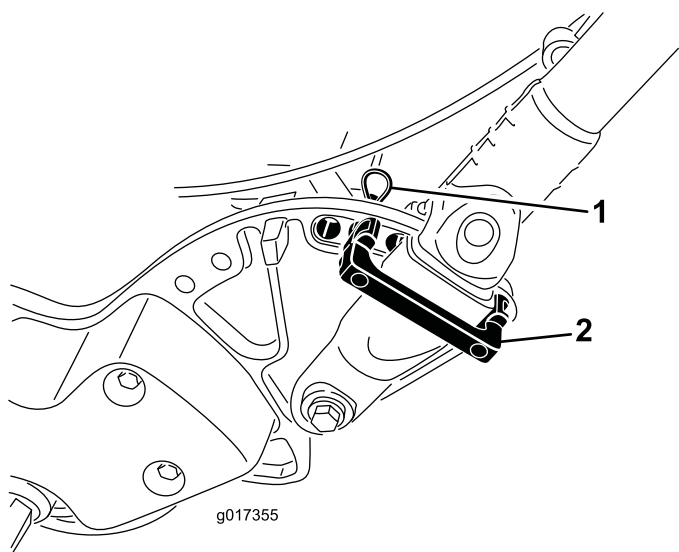

Рисунок 11
1. Поддерживая рукоятку, снимите кабельные хомуты, которые крепят зажимы рукоятки к боковым пластинам (**Рисунок 11**).
2. Поверните рукоятку в нужное рабочее положение, вставьте фиксатор рукоятки поверх зажима рукоятки и в соответствующие отверстия в боковой пластине (Рисунок 11).
3. Закрепите зажим на штатном месте с помощью игольчатого шплинта (Рисунок 11).